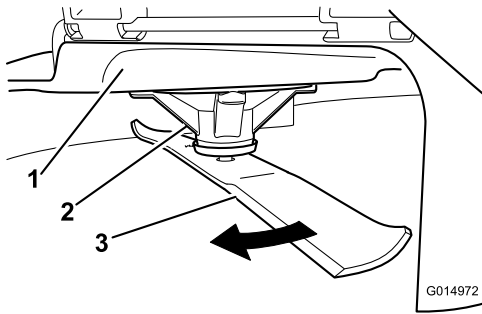

Figura 72
2. Usando luvas almofadadas ou outra proteção adequada para as mãos, rode lentamente lâmina para uma posição que lhe permita uma medição da distância entre a extremidade de corte e a superfície nivelada onde a máquina está (Figura 72).